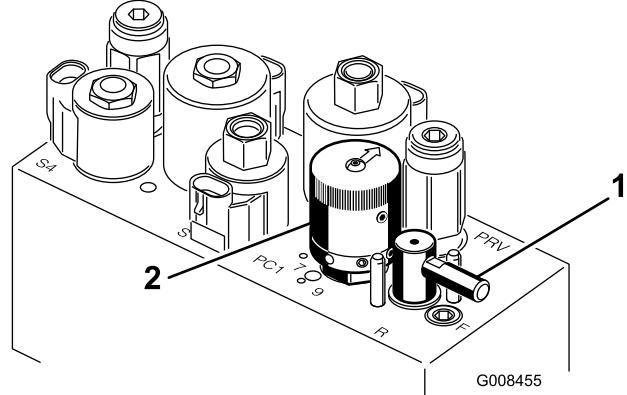

Figura 49
5. Rode a alavanca de rectificação para a posição “R” (Figura 49).
6. Rode o controlo da velocidade dos cilindros para a posição 1 (Figura 49).